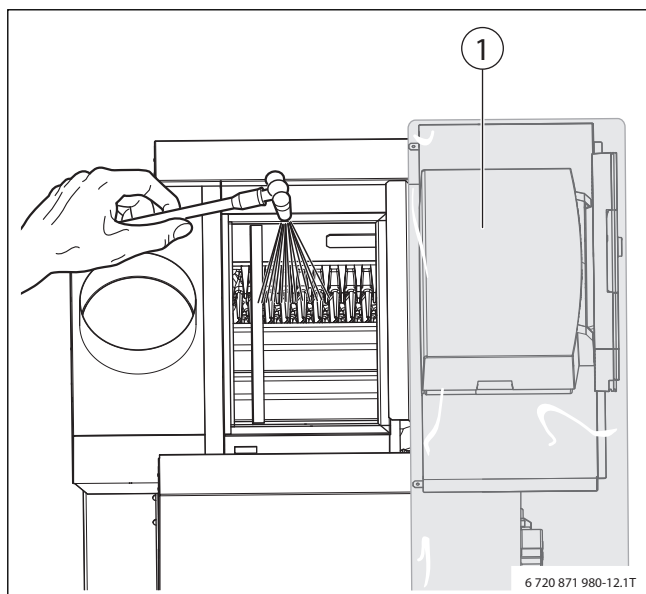

Рис. 45 Влажная чистка котла
- ▶ Накройте систему управления плёнкой (→ рис. 45 [1]). Не допускайте попадания аэрозольного тумана в систему управления и кабели системы управления.
- ▶ Равномерно распылите чистящее средство сверху в газоотводящих каналах (→ рис. 45).